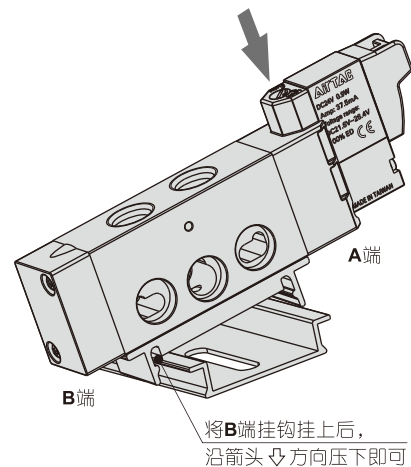

图1: 安装电磁阀方法
②	DIN导轨	订购方法详见订购码
③	五口二位单电控电磁阀	订购方法详见订购码	任意位置均可安装 可任意增减
④	五口二位双电控电磁阀	订购方法详见订购码
⑤	五口三位双电控电磁阀	订购方法详见订购码
⑥	档块	包含在DIN导轨中, 不可单独订购	左右位置可互换
①旋松DIN导轨止付螺丝②。
②将希望增位处的原有电磁阀分开。
③新增加的电磁阀按“图1”要领安装在DIN导轨上。
④推动其它功能模块, 使其紧密连接在一起, 然后拧紧止付螺丝②, 完成增位。